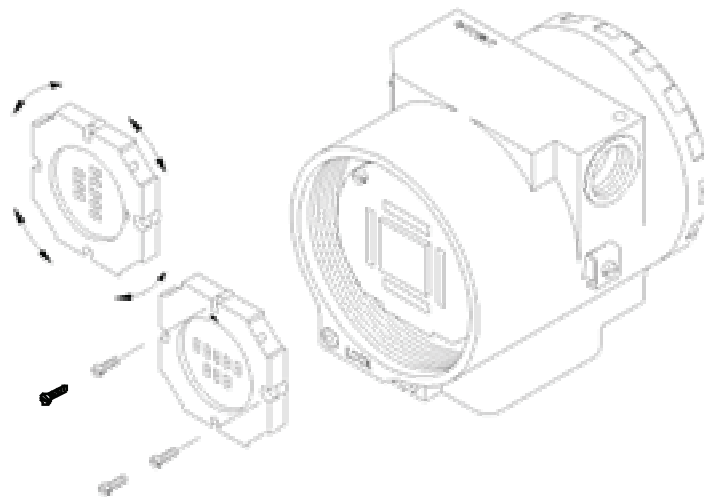

Рисунок 5.2 – Четыре возможные позиции дисплея
- Установите входную плату (9) в корпус (11).
- Закрепите входную плату ее винтами (8).
- Установите основную плату (6) в корпус, убедившись в том, что все соединительные контакты подключены.
- Закрепите основную плату ее винтами (5).
- Установите дисплей (4) в корпус, соблюдая четыре установочные позиции (см. Рисунок 5.2) "▲" символ должен указывать в направлении желаемого как ВВЕРХ.
- Закрепите дисплей его винтами (3).
- Установите крышку (1) и закройте ее с помощью блокировочного винта (10).